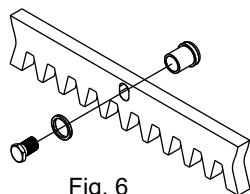

Fig. 6
**5.2.** Fijar en cada elemento de cremallera las lenguetas de soportar mediante los relativos tornillos de bloqueo, teniendo cuidado de posicionarlos en la parte superior del ojal. (Fig. 6);